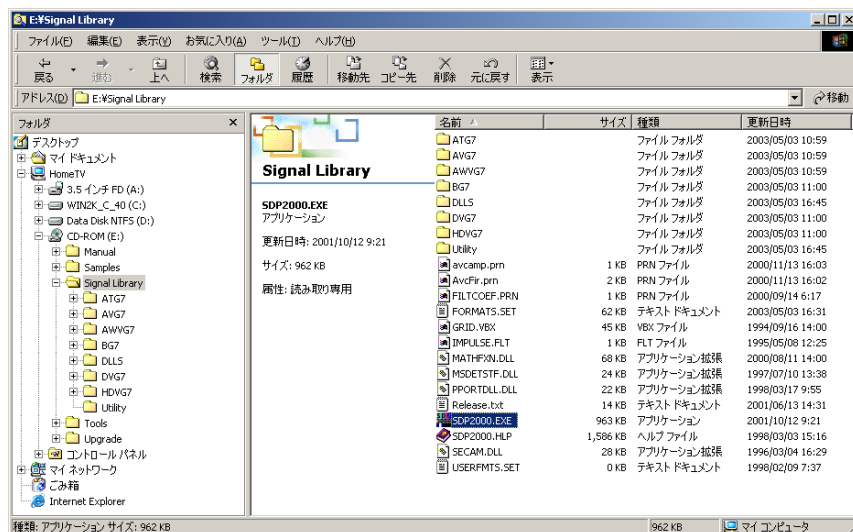

図 1 CD-ROM の Signal Library / SDP2000.EXE
STEP 1 Windows のエクスプローラで CD-ROM ドライブを選択し、CD-ROM の Signal Library ディレクトリの内容を表示します（図 1 参照）。